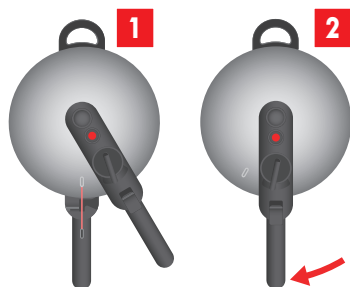

Fig. 10: Chiudere il coperchio
6. Mettere il coperchio sulla pentola (vedi fig. 10/1).
7. Ruotare il coperchio fino all'arresto in senso orario (vedi fig. 10/2).